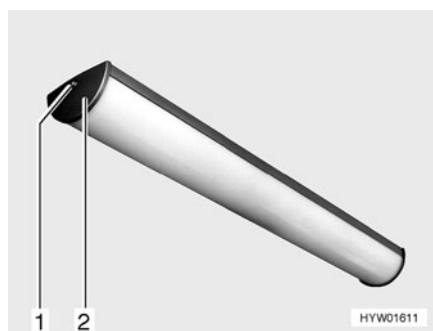

Fig. 232 Eclairage de la cellule
- Dévisser la vis (Fig. 232,1) et retirer le couvercle (Fig. 232,2).